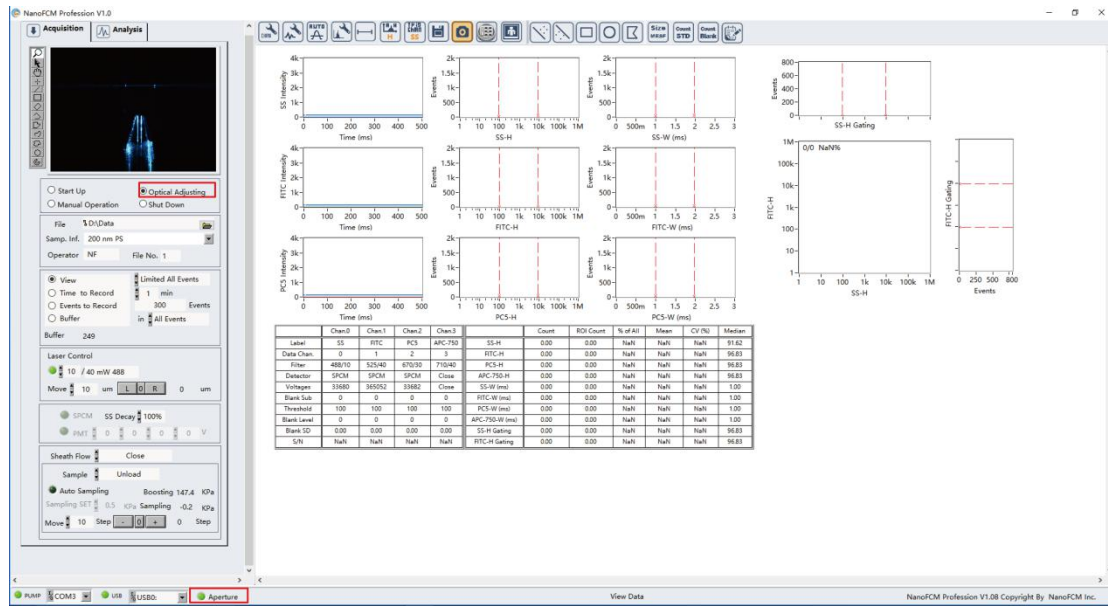

图 2-9 Optical Adjusting
2) 光路调节模式 (Optical Adjusting), 如图 2-9 所示。